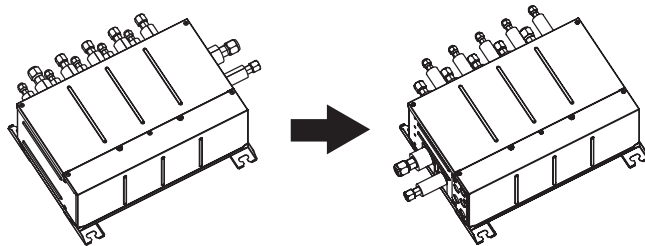

Fig. 4-4
4.1. La dirección de los tubos puede cambiarse. (Fig. 4-4).